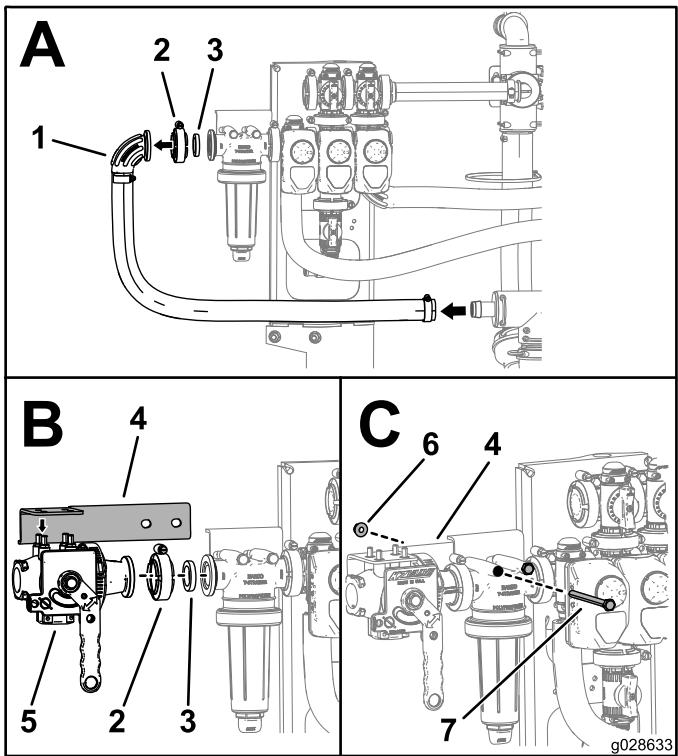

Figura 19
1. Retire el codo, la abrazadera con bridas, la junta, el codo y la manguera de entrada del cabezal del filtro de presión (cuadro A de Figura 19).
2. Coloque el soporte de la válvula sobre la válvula del eyector, como se muestra en el cuadro B de Figura 19.
3. Instale la válvula del eyector usando la junta y la abrazadera con bridas que desmontó en el paso 1; consulte el cuadro B de Figura 19.
4. Sujete el soporte al conjunto de válvula de brazo usando los pernos y tuercas que están instaladas actualmente en el filtro de presión; consulte el cuadro C de Figura 19.